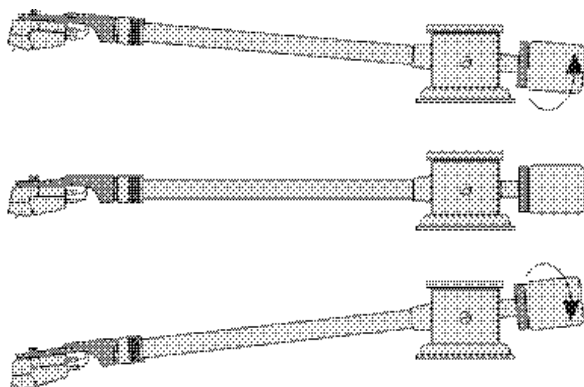

Abb. 4: Tonarm ausbalancieren
5. Führen Sie den Tonarm seitlich mit der linken Hand, damit die Nadel nicht am Plattenteller anstößt. Verdrehen Sie mit der rechten Hand das Gegengewicht so, dass der Tonarm genau waagrecht stehen bleibt und nicht nach oben oder unten schwingt (Abb. 4).